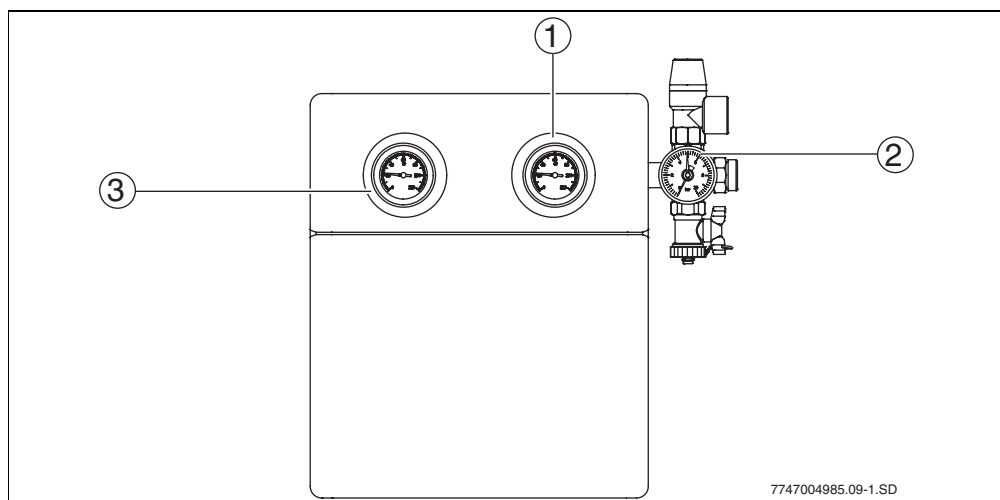

Bild 10 Solarstation
- Thermometer (→ Bild 10, Pos. 1 und 3): Die eingebauten Thermometer zeigen die Temperaturen des solaren Rücklaufs (blau) und Vorlaufs (rot) an.
- Manometer (→ Bild 10, Pos. 2): Das Manometer zeigt den Betriebsdruck an.